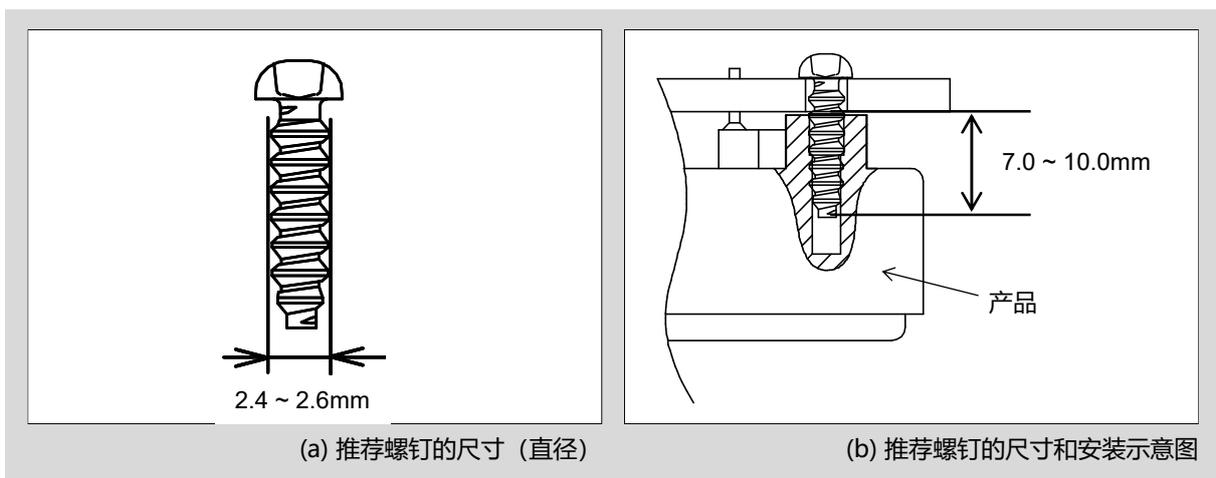

图6. 推荐螺钉的尺寸和安装示意图
1. 固定PCB时, 请使用自攻螺钉。如图6所示, 螺钉直径 $2.4 \sim 2.6\text{mm}$, 螺钉长度为PCB厚度加上 $7.0 \sim 10.0\text{mm}$ 。表3为推荐螺钉。